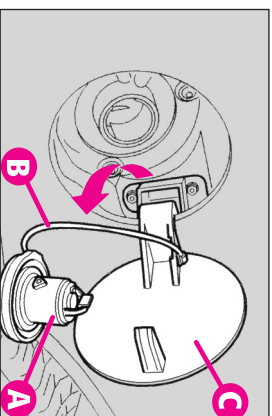

fig. 174
Busonul rezervorului (A-fig. 174) are o legătură (B) care îl fixează de capacul rezervorului (C).